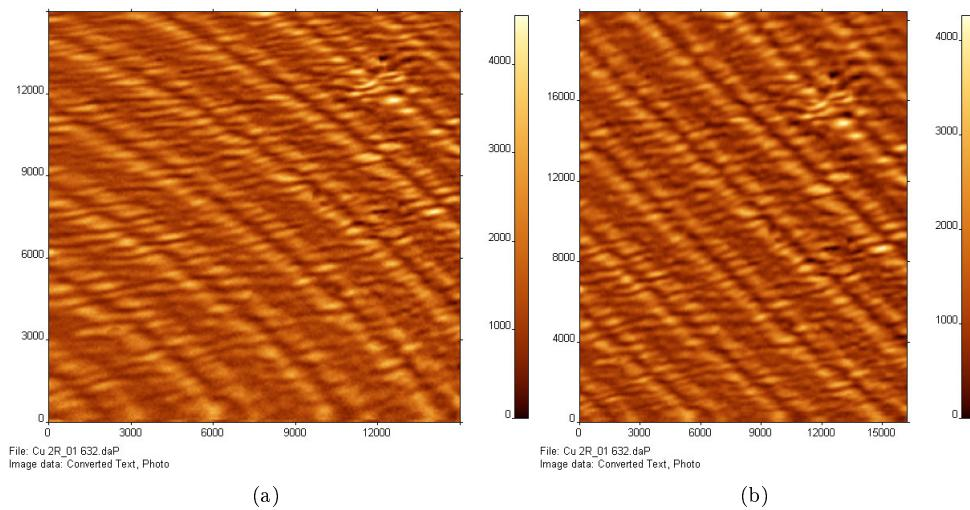

Рис. 3.25. Устранение искажений.
4. Выполняется корректировка искажений на интересующих изображениях командой Исправление искажений (Dewarp) (рис. 3.25).